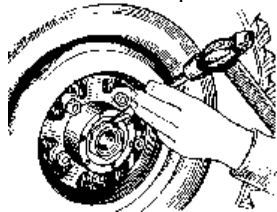

Рис. 76. Стопорение гаек подшипников ступиц
9. Загните один ус замочной шайбы на грань гайки, а второй - на грань контргайки (рис. 76).